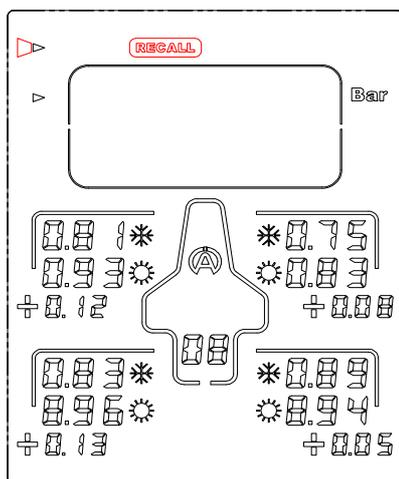

Figura 6
- 1) Con i 4 tasti     , selezionate l'icona « **RECALL** » (figura 6)